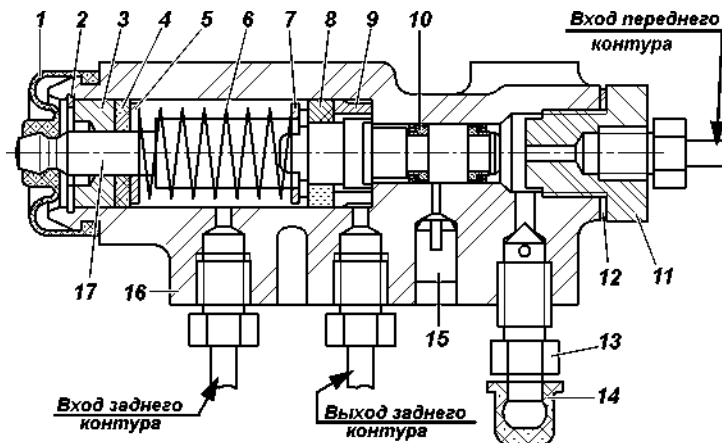

Рис. 9.33. Регулятор давления:
**Регулятор давления.** На автомобилях, не оснащенных антиблокировочной системой тормозов, устанавливается механический регулятор давления (рис. 9.33), который обеспечивает оптимальное распределение тормозных сил по осям автомобиля и не допускает блокировку задних колес раньше передних. При обслуживании проверяйте работоспособность регулятора давления. Очищайте регулятор от грязи и проверяйте надежность его крепления. Внешним осмотром убедитесь, что регулятор и детали его привода не имеют повреждений, отсутствуют подтекания тормозной жидкости и люфты в соединении стойки с упругим рычагом и кронштейном на заднем мосту.
3. Заверните болт 3 до соприкосновения его с хвостовиком поршня 17 (см. рис. 9.33) регулятора.